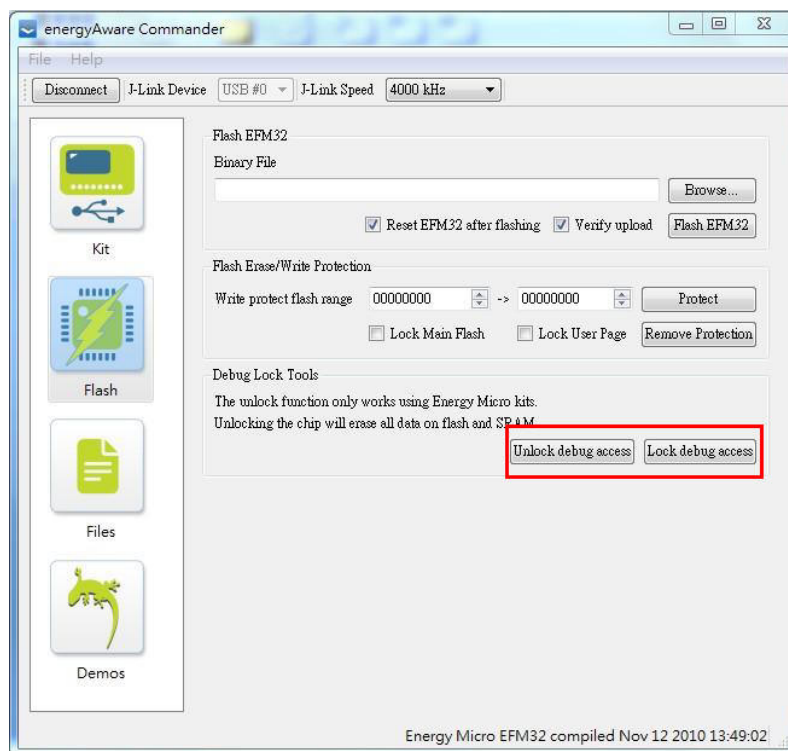

图 3.6 Debug Lock/unlok 操作
(4) 点击窗口左边的【Flash】选项页，切换的 Flash 操作界面。在【Debug Lock Tools】栏中，可以点击【Lock debug access】按钮，将目标 MCU 的 SWD 接口上锁，禁止外部访问片内的 Flash，如图 3.6 所示。需要注意的是，当芯片的调试口被上锁后，芯片不能够再进行仿真和调试操作，必须执行解锁擦除操作。
(5) 图 3.6 所示，点击【Debug Lock Tools】栏中的【Unlock debug access】按钮即可将芯片的 SWD 接口解锁，同时，芯片片内的 Flash 代码将被擦除且 RAM 上数据也会丢失。